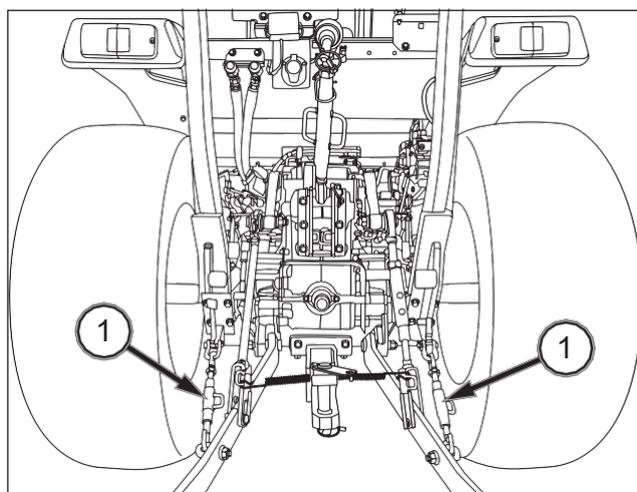

FIG. 67
FIG. 67: Es necesario limitar el movimiento lateral de algunos equipos. La cadena de sujeción (1) de cada brazo inferior debe ajustarse de manera uniforme para reducir el juego lateral hasta un nivel aceptable. Ahora bien, evite eliminar completamente el juego lateral o podría dañar el brazo inferior.